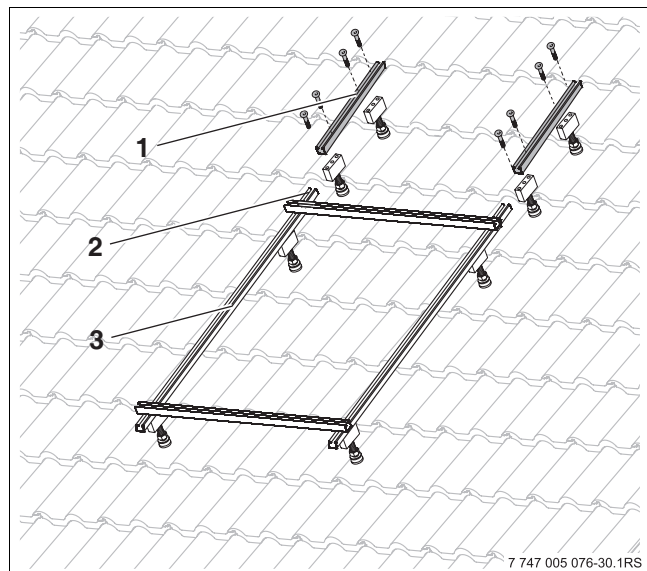

Fig. 43 Fixer le rail profilé-ballon au rail profilé TP/CT
- Insérer le rail profilé-ballon (→ fig. 43, [1]) sur le connecteur TSS [2] et visser avec des vis M8 x 20 et écrous M8.
- Fixer les rails profilés-ballon (→ fig. 43, [1]) à l'aide de deux vis par rail à l'écrou-cage.